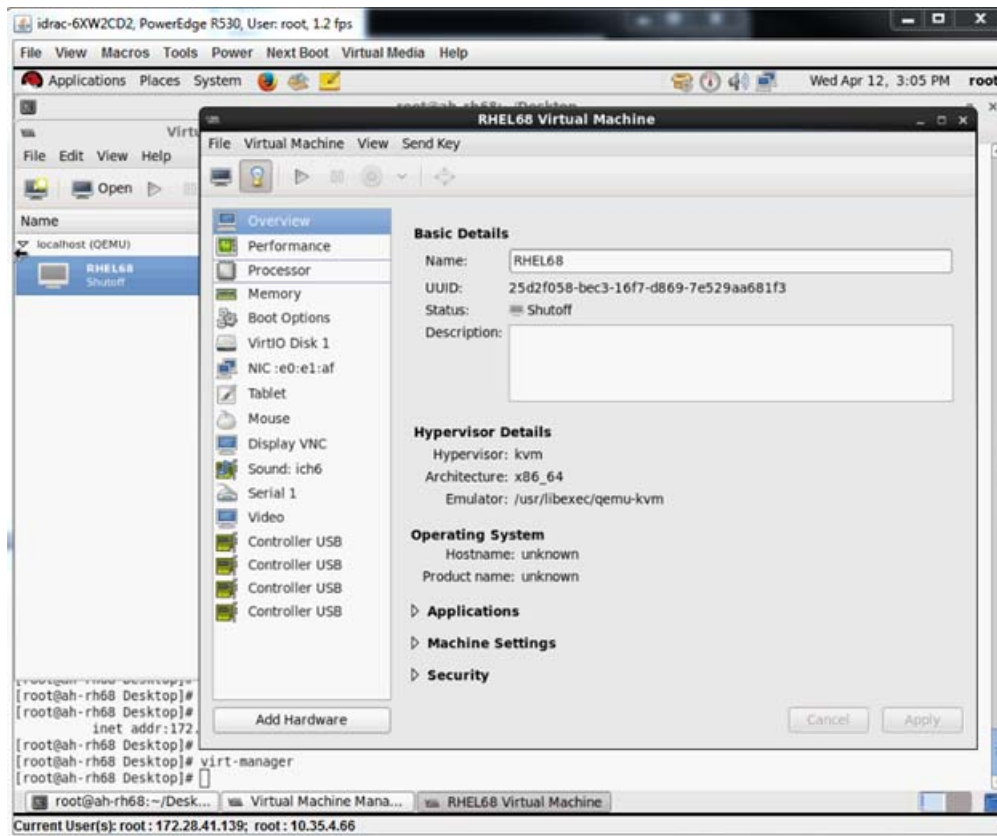

Figura 8-13. RHEL68 Virtual Machine (Máquina virtual RHELs68)
- a. En el cuadro de diálogo de la máquina virtual (Figura 8-13), haga clic en **Add Hardware** (Agregar hardware).